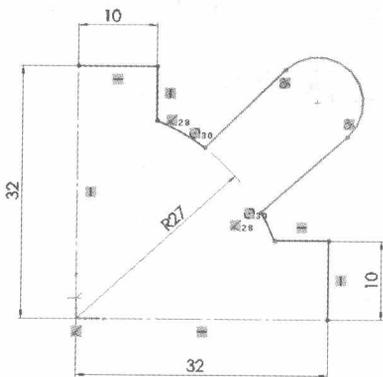

图 2-6 裁剪图形
Step6 裁剪图形。单击“草图”工具栏中的“剪裁实体”按钮，裁剪多余的圆弧，如图 2-6 所示。